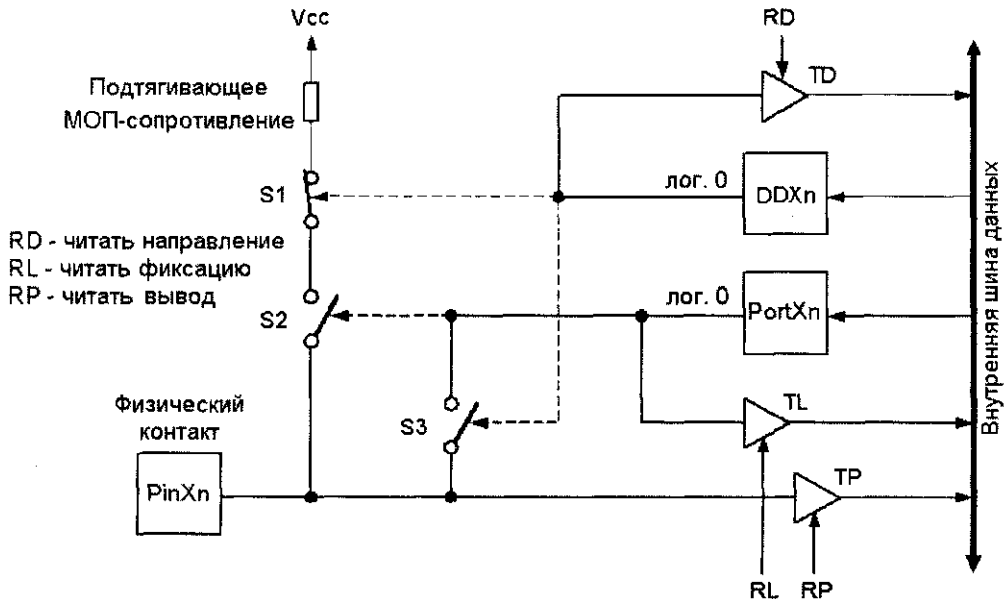

Рис. 10.1. Принципиальная схема вывода порта
Все порты ввода/вывода микроконтроллеров базовой серии семейства AVR являются 8-разрядными и двунаправленными. Исключение составляет только 7-разрядный порт D моделей AT90S1200 и AT90S2313. Здесь пришлось пренебречь разрядом PD7, поскольку в распоряжении есть только 20 точек подсоединения к корпусу. Каждый вывод порта может быть индивидуально сконфигурирован как вход или выход, причем в случае функционирования в качестве входа к нему может быть по выбору подключено подтягивающее сопротивление (рис. 10.1).
На рис. 10.1 показана схема, по которой построены порты микроконтроллеров семейства AVR. Буква "X" в обозначении вывода регистра порта и регистра направления передачи данных используется вместо обозначения порта, то есть, вме-
Положения ключей S1–S3, показанные на рис. 10.1, соответствуют сигналам низкого уровня на выходах регистров DDXn и PortXn.
1. Регистр направления передачи данных (DDX на рис. 10.1) определяет назначение вывода порта: вход или выход.
2. В регистр порта PortX (см. рис. 10.1) в том случае, если вывод выполняет роль выхода, записывается значение, подлежащее выводу. В том случае, когда вывод выполняет роль входа, ключ S2 замкнут, и подтягивающее сопротивление может быть подключено к входному контакту.
Выход вентиля “НЕ-И” N1, выполняющего функцию ключей S1 и S2, показанных на рис. 10.1, только тогда переходит в состояние лог. 0, когда в соответствии с табл. 10.2 триггер PortD0 содержит высокий уровень, а триггер DDD0 — низкий уровень. Низкий уровень на выходе N1 включает подтягивающее МОП-сопротивление — МОП-транзистор с высоким каналным сопротивлением (приблизительно 35–150 кОм) во включенном состоянии.
Здесь речь идет не о регистре, а о прямом доступе по некоторому адресу через выводы порта А. При считывании порта А получают содержимое внутреннего регистра PortA, а при считывании информации с выводов PINA получают логический уровень, который в настоящий момент присутствует на выводах порта А (см. рис. 10.1).
Здесь речь идет не о регистре, а о прямом доступе по некоторому адресу через выводы порта В. При считывании порта В получают содержимое внутреннего регистра PortB, а при считывании информации с выводов PINB получают логический уровень, который в настоящий момент присутствует на выводах порта В (см. рис. 10.1).
Здесь речь идет не о регистре, а о прямом доступе по некоторому адресу через выводы порта C. При считывании порта C получают содержимое внутреннего регистра PortC, а при считывании информации с выводов PINC получают логический уровень, который в настоящий момент присутствует на выводах порта C (см. рис. 10.1).